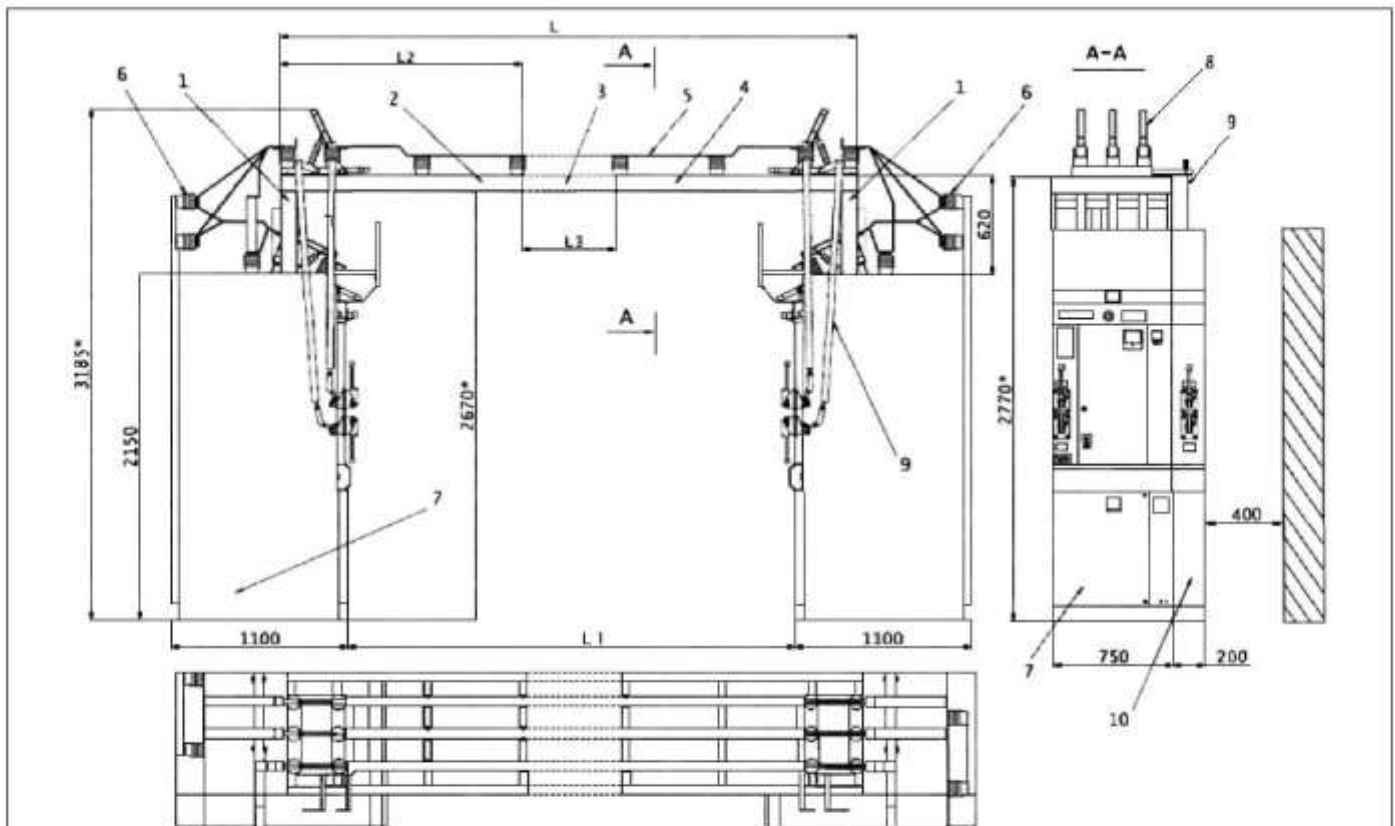

Рис. 1.2.6 Шинный мост с разъединителями
7.2. Шинные мосты (рис. 1.2.6) представляют собой металлоконструкцию, собранную из двух рам с изоляторами, шинами и шинодержателями.